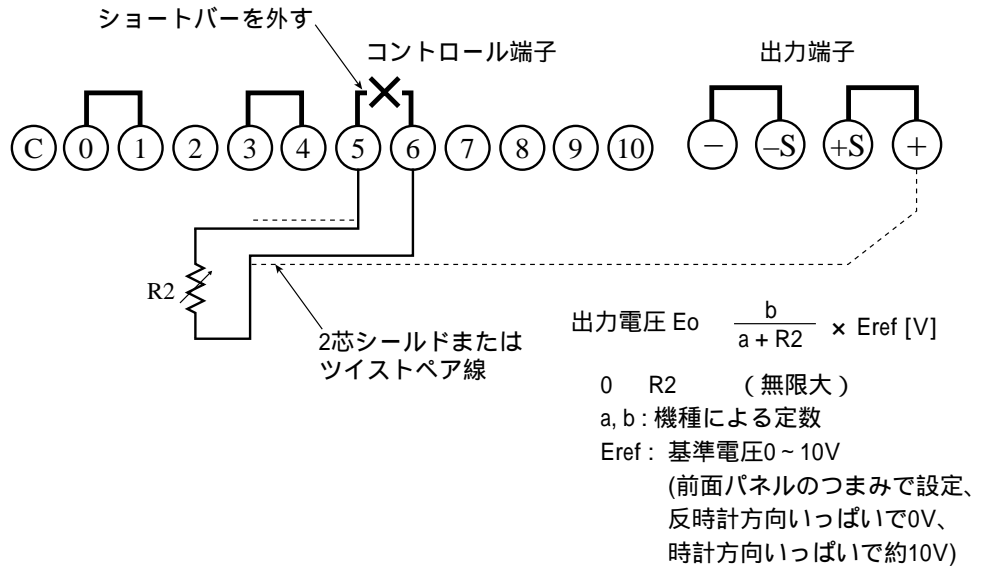

図 4-5 外部抵抗による出力電圧コントロールII の接続
- ・ 出力電圧 E_o は図4-5の式から R_2 と E_{ref} によって決定されます。 E_{ref} はパネル面の電圧設定つまみで設定します。(パネルのつまみを無効にする場合は付属のガードキャップを利用してください。)
2. 図 4-5のようにコントロール端子の5と6間のショートバーを外します。
3. コントロール端子の5と6間に外部抵抗 (R2) を図 4-5のように接続します。